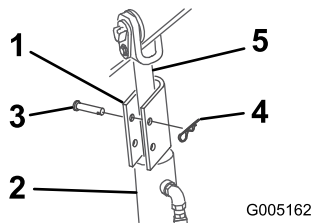

Figura 25
4. Poziționați un element de blocare peste fiecare tijă de cilindru de ridicare (Figura 25).
5. Fixați fiecare element de blocare cilindru cu un tift cu cap și gaură pentru cui spintecat și un cui spintecat (Figura 25).